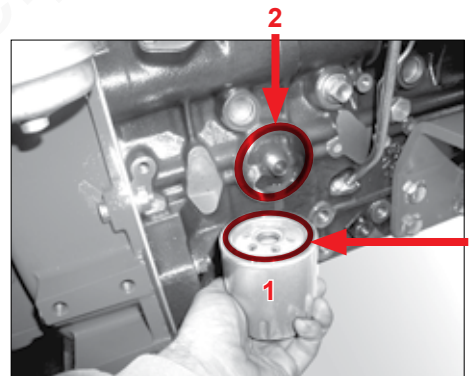

Fig. 100
1. Skru motoroliefilteret pos. 1 (Fig. 100) af.
2. Rengør tætningsfladen til filterholderen pos. 2 (Fig. 100).
3. Smør gummitætningen til det nye motoroliefilter pos. 3 let med olie (Fig. 100).